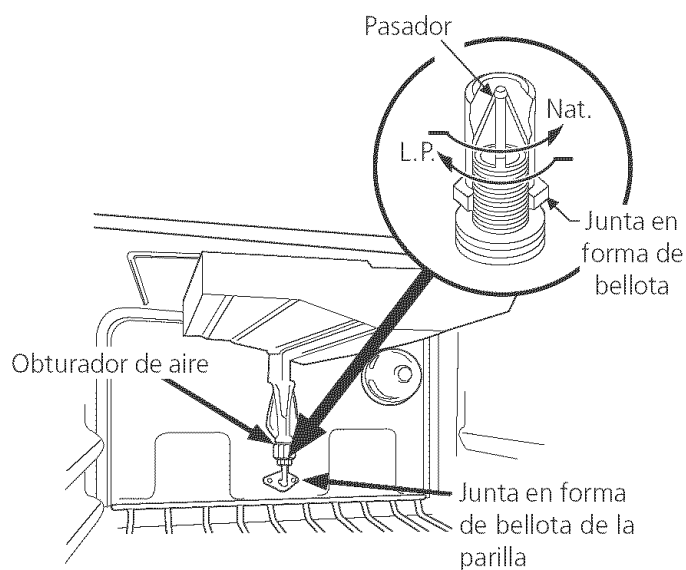

Figura 10
C. Ajuste del orificio del quemador del asador (Modelos autolimpiadores solamente) (vea figura 10)
Usando una llave de 1/2", giro hacia abajo la junta en forma de bellota ajustable que inyecta gas al quemador del horno. Gire esta junta en forma de bellota hasta que ajuste contra el pasador medidor de LP. Esto será aproximadamente 2 1/2 vueltas. No lo apriete demasiado (vea figura 10).